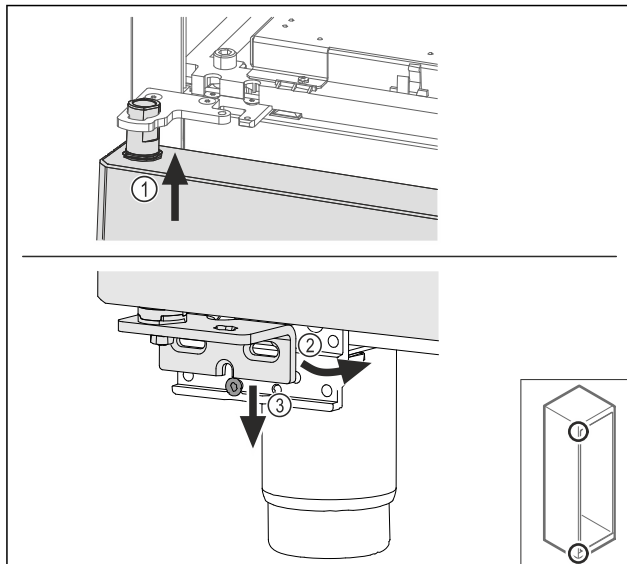

Fig. 56
- ▶ Установите дверь под небольшим уклоном сверху Fig. 56 (1), выровняйте ее прямо Fig. 56 (2) и смонтируйте снизу на винт опорного кронштейна Fig. 56 (3).